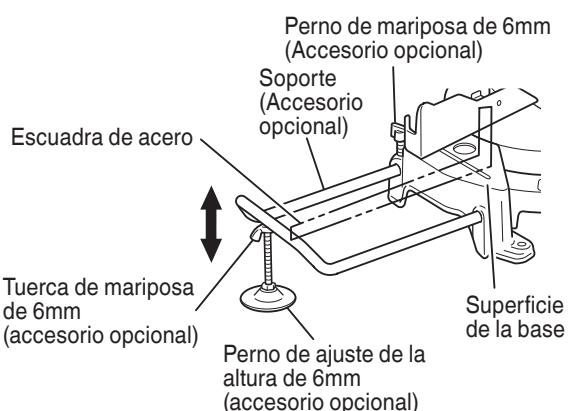

Fig.11
- (1) Como se indica en la Fig. 11, utilice una escuadra de acero para alinear el borde superior de los soportes con la superficie de la base. Afloje el perno de mariposa de 6mm. Gire el perno de ajuste de altura de 6mm, y ajuste la altura del soporte.
- (2) Despues del ajuste, apriete firmemente la tuerca de mariposa y asegure el sujetador con el perno de mariposa de 6mm (accesorio opcional). Si el largo del perno de ajuste de altura de 6mm es insuficiente, coloque debajo una placa delgada. Asegúrese de que el extremo del perno de ajuste de altura de 6mm no sobresalga del sujetador.